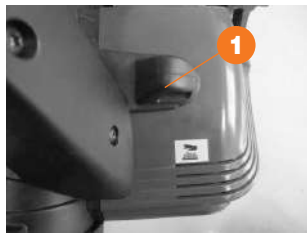

Рис. 45
1. Отсоедините разъем ❶ свечи зажигания (рис. 45).